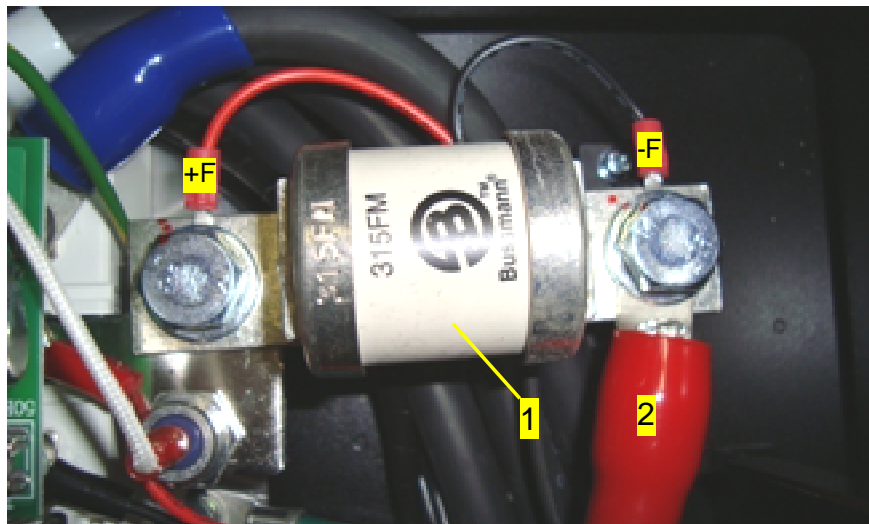

Рис. 7.7
7.9.1. Установить силовой предохранитель 1 на его посадочное место, закрепив двумя болтами с шайбами. Под шайбы установить, соблюдая полярность, провода +F и -F жгута контроля силового предохранителя и силовую перемычку 2 (рис. 7.7).